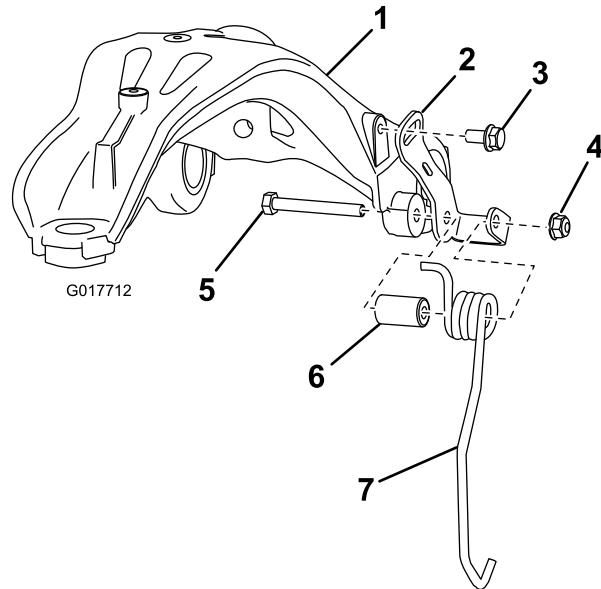

Figure 1
4. Montez les ensembles ressort et attache gauche et droit neufs sur le bras de suspension, comme montré à la Figure 1.